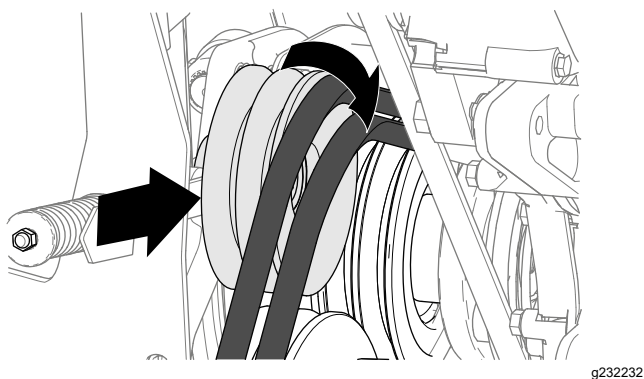

Figura 93
9. Rotii rola de ghidare spre motor i demontai curelele de la maină (Figura 93).